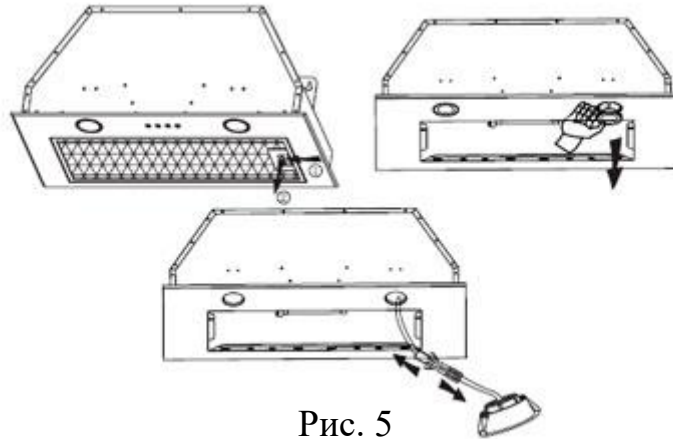

Рис. 5
3. Сначала снимите фильтр. Выключите подсветку и демонтируйте крепление ламп. Затем с помощью отвертки открутите два винта на панели и снимите панель. Смотрите рис. 5.